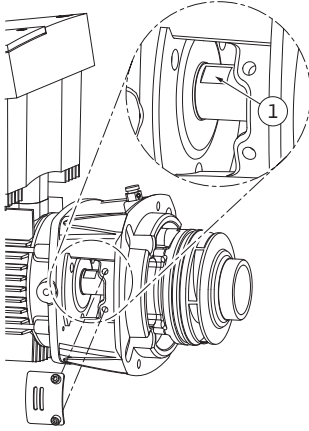

Fig. 48: Superficies de las tuerccas en el eje
15. Introduzca una llave de tuercas, con anchura óptima de 0.9 in (22 mm) en la ventana de la linterna, y sujete el eje por las superficies para las llaves (Fig. 48, Pos. 1). Saque la tuerca de la rueda móvil (Fig. 7, Pos. 15). La rueda móvil (Fig. 7, Pos. 16) se desmonta automáticamente del eje.
24. Para el montaje de la rueda móvil, introduzca una llave de tuercas, con anchura óptima de 0.9 in (22 mm), en la ventana de la linterna, y sujete el eje por las superficies para las llaves (Fig. 48, Pos. 1).